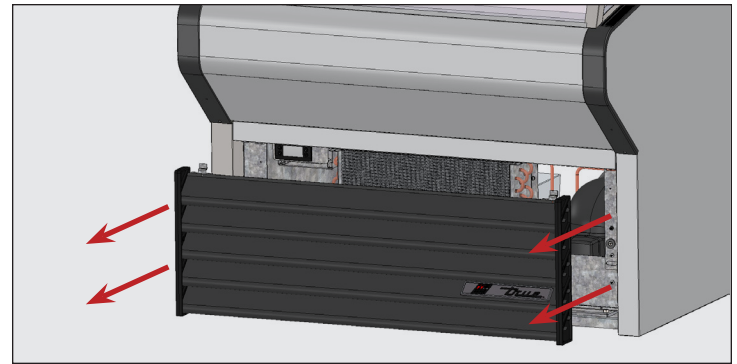

Abb. 2. Das Gitter vorsichtig abnehmen.
3. Das Gitter von den Magnethalterungen abziehen. Siehe Abb. 2.